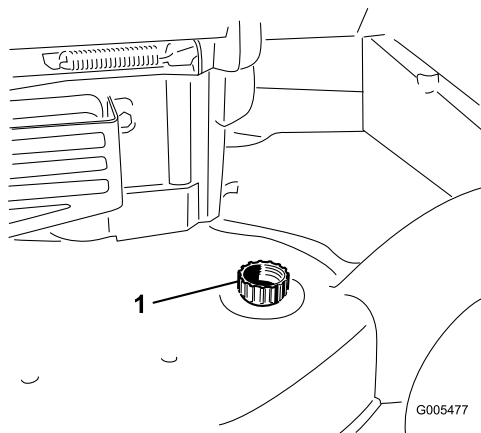

Figure 33
3. Branchez un tuyau d'arrosage relié à l'alimentation en eau au raccord de lavage du carter du tablier de coupe (Figure 33).